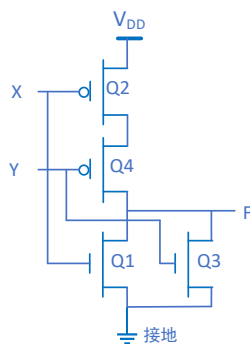
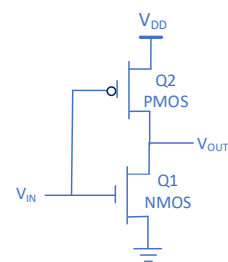

图 11.6 或非门原理图
图 11.7 非门原理图
1) 基本原理。根据数字电路原理，或门是由或非门级联反相器构成。或非门、非门（反相器）的原理如图 11.6 和图 11.7 所示。